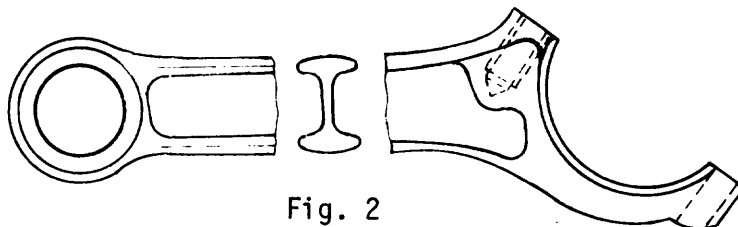
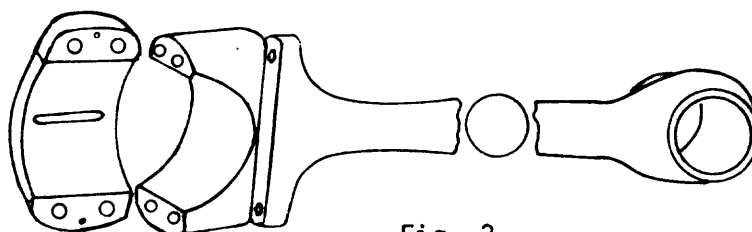

Fig. 2
Fig. 3
- a) por la forma del cuerpo que puede tener sección en "doble T" (fig. 2) o "tubular" (fig. 3).